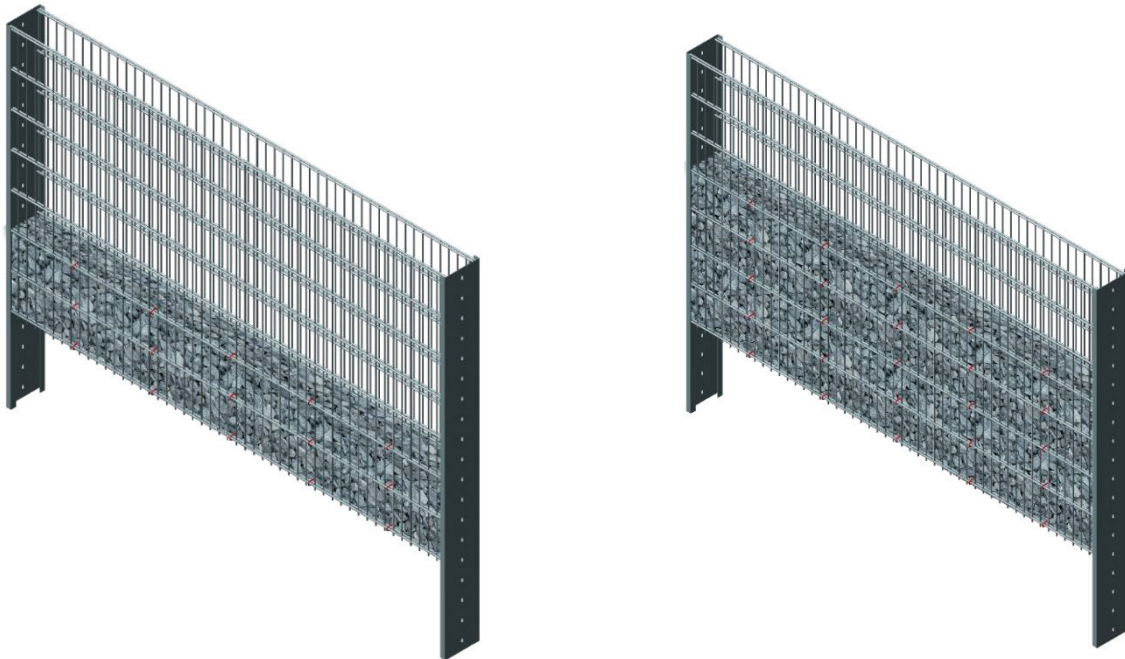

Abbildung 18: Reihenweise Anbringung der Distanzhalter und Befüllung
4. *Abbildung 18* und *Abbildung 19*.